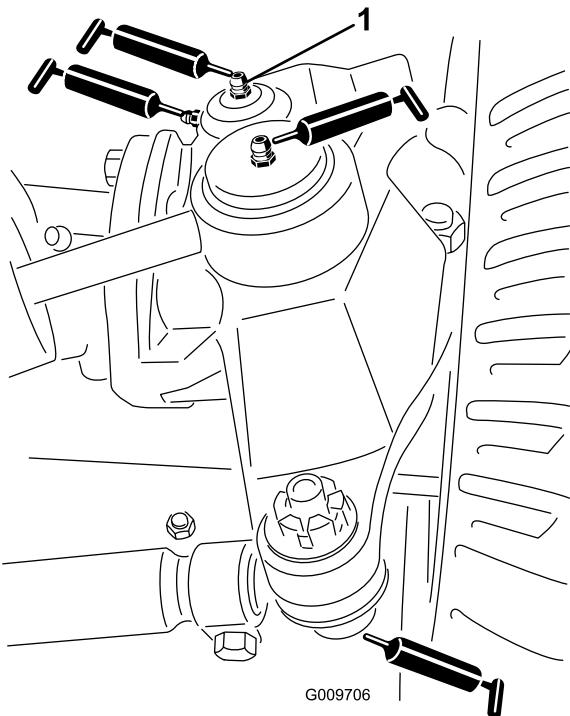

Figure 114
- Rotules de vérin de direction (2), voir Figure 114
- Rotules de biellettes (2), voir Figure 114
- Bagues de pivots de fusées (2), voir Figure 114